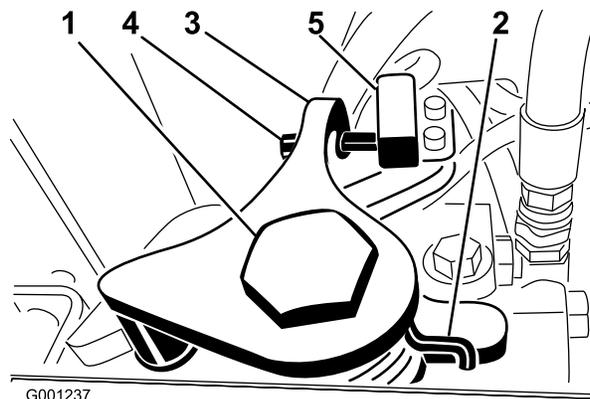

Figura 56
3. Allentate la vite di fissaggio sul lato opposto della camma di regolazione della trazione (Figura 56).
7. Regolate la vite sul braccio di ritorno in folle (Figura 56) finché la distanza tra l'estremità della vite ed il contatto dell'interruttore sia compresa tra 2 e 3 mm.